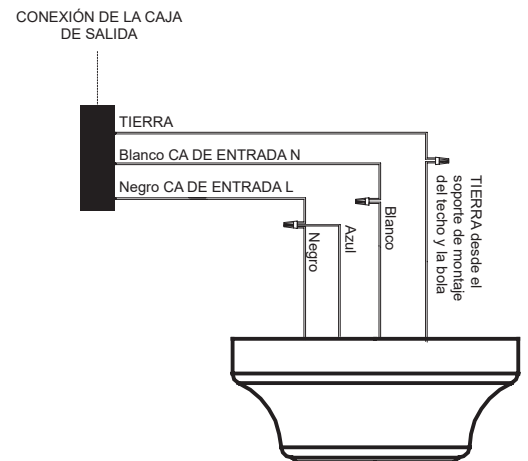

Figura 10
Paso 3. Conecte los cables de tierra del soporte de montaje del techo y de la bola al conductor de tierra de la caja de salida del techo (**Figura 10**).